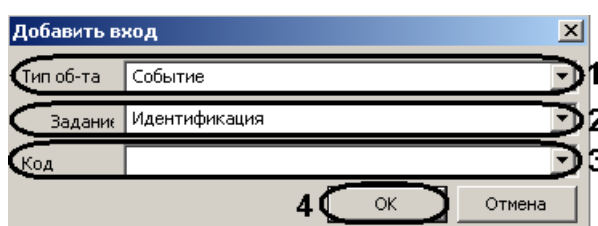

Рис. 3.6—20 Добавление объекта правой части правила
- 4.1.2 Из раскрывающегося списка **Тип об-та** необходимо выбрать тип, к которому принадлежит объект правой части правила (см. Рис. 3.6—20, **1**).